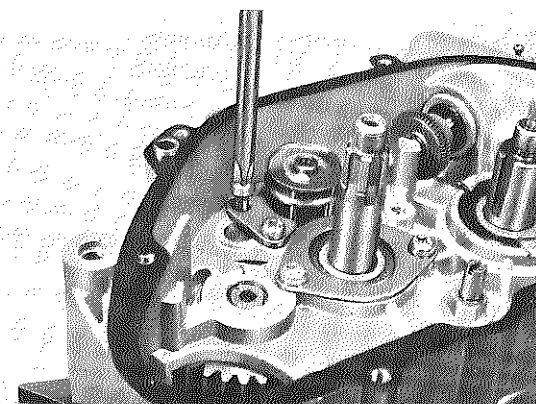

Fig. 3-4-14
6. Install the cam stopper plate and cam stopper lever. (Fig. 3-4-14)
6. Installer la plaque d'arrêt et le levier d'arrêt du barillet de sélecteur (Fig. 3-4-14).
6. Anschlagplatte und Anschlaghebel der Schalttrommel montieren. (Fig. 3-4-14)